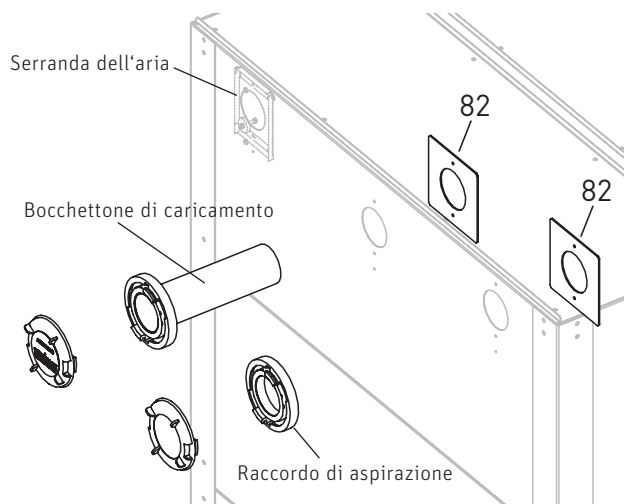

Fig. 17 Montaggio del bocchettone di caricamento e del raccordo di aspirazione
Avvitare 1 bocchettone di caricamento, 1 raccordo di aspirazione – all'esterno, 2 fissaggi per bocchettone (82) – all'interno, rispettivamente con 2 viti a testa svasata M6 x 40 e dadi – Fig. 17.